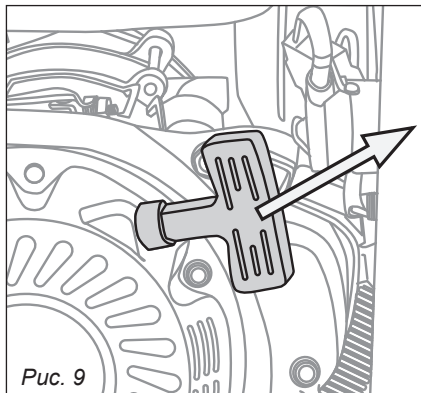

Рис. 9
- Медленно вытяните шнур стартера до тех пор, пока не почувствуете легкого сопротивления (рис. 9).